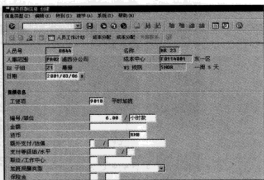

图 6-74 选择加班“工资项”
“工资项”。我们可以选择不同的“工资项”，例如“平时加班”的编码为 9010，“事假”的编码是 9020，如图 6-74 所示。填入编码后在“编号/单位”字段中填入加班小时数，然后单击“图”按钮保存即可。至此，维护员工加班情况操作完成。
STEP 4 如果需要修改/删除某位员工的考勤记录，则可选中某条记录，然后单击“图”按钮，进入图 6-74 界面中进行修改；单击“图”按钮可以删除该条记录。